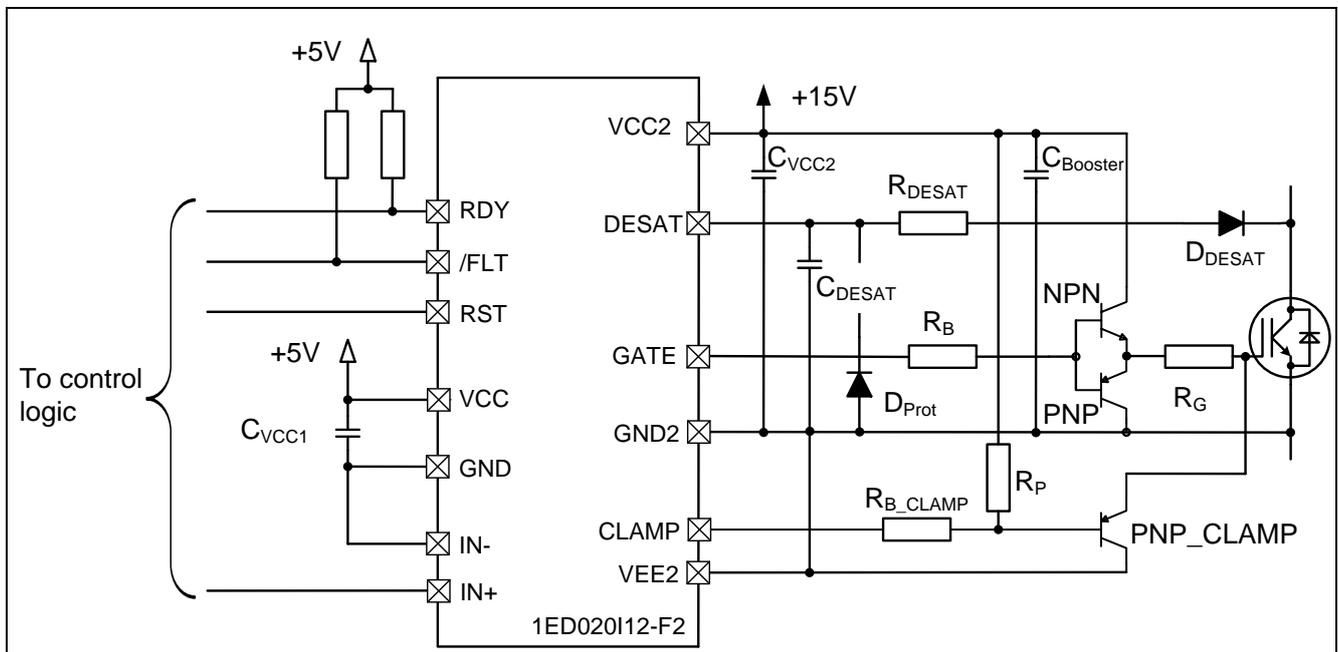

图4 外部放大器与有源米勒箝位功能示例电路（驱动 IC 单极电源）
- 1) 可以将1ED020I12-F2系列的有源米勒箝位功能与外部放大器配合使用（主要用于单极电源的情形）。当米勒电流大于驱动 IC 的最大箝位能力（对1ED020I12-F2而言为2A）时，需要在箝位路径（IGBT 栅极与 CLAMP 管脚之间）上增加吸收路径。放大晶体管自身也具备吸收能力，但由于栅极电阻器( $R_G$ )的存在，此吸收能力可能不够用。图4提供关于如何实施此额外吸收路径的示例。其中，晶体管 PNP\_CLAMP 应具备与外部放大器的 PNP 晶体管相同的电流能力。 $R_{B\_CLAMP}$  是晶体管 PNP\_CLAMP 的基极电阻器，其大小可根据晶体管 PNP\_CLAMP 进行调整。 $R_P$  用作起安全作用的上拉电阻器，建议的电阻值为10k $\Omega$  级别（以便将流经  $R_P$  的电流限制到 mA 级别，达到节能的目的）。
- 3) 如果需要将双极电源与有源米勒箝位功能配合使用，则需要根据不同的 VEE2值对额外的吸收路径（如图4中所示的 PNP\_CLAMP 和  $R_{B\_CLAMP}$ ）进行相应的调整。请注意，对于英飞凌1ED 驱动 IC 系列而言，由于 CLAMP 管脚是参考于 VEE2的，因此可以实现这一配置。
- 6) 电源和去耦电容器  $C_{VCC2}$ （如图1所示）需要根据外部放大器进行调整，以确保电源电压的质量，使其足以支持三个主要功耗部分：驱动 IC、负载(IGBT)和外部放大器。也可以使用单独的去耦电容器解决方案来优化该设计： $C_{VCC2}$ 需靠近驱动 IC， $C_{BOOSTER}$ 需靠近外部放大器晶体管（如图4所示）。
在使用单极电源和有源米勒箝位功能的情形下（如图4所示），需要根据新的电压阶跃 ( $\Delta V = V_{CC2}$ ) 来调整计算过程。箝位晶体管 PNP\_CLAMP 的调整过程和计算方式与外部放大器的 PNP 晶体管类似。